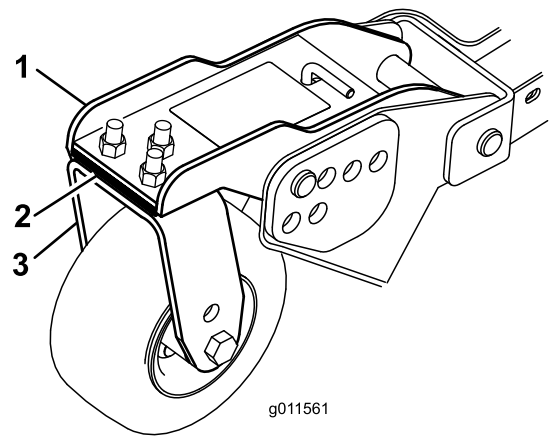

Figura 31
3. Ajuste los suplementos de 3 mm de las horquillas de las ruedas giratorias delanteras hasta que la altura de corte se corresponda con la marca de la pegatina (Figura 31).
3. Si el borde interior de la unidad de corte lateral está demasiado alto respecto al borde exterior de la unidad de corte delantera, retire un suplemento de la parte inferior del brazo interior delantero de la rueda giratoria en la unidad de corte lateral (Figura 31).